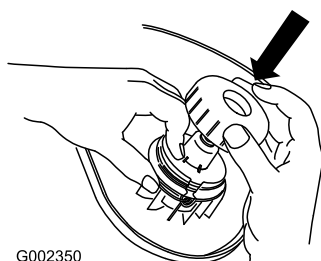

Figura 13
2. Tenete il cavo e la bobina, e montate il coperchio sopra la bobina (Figura 13).